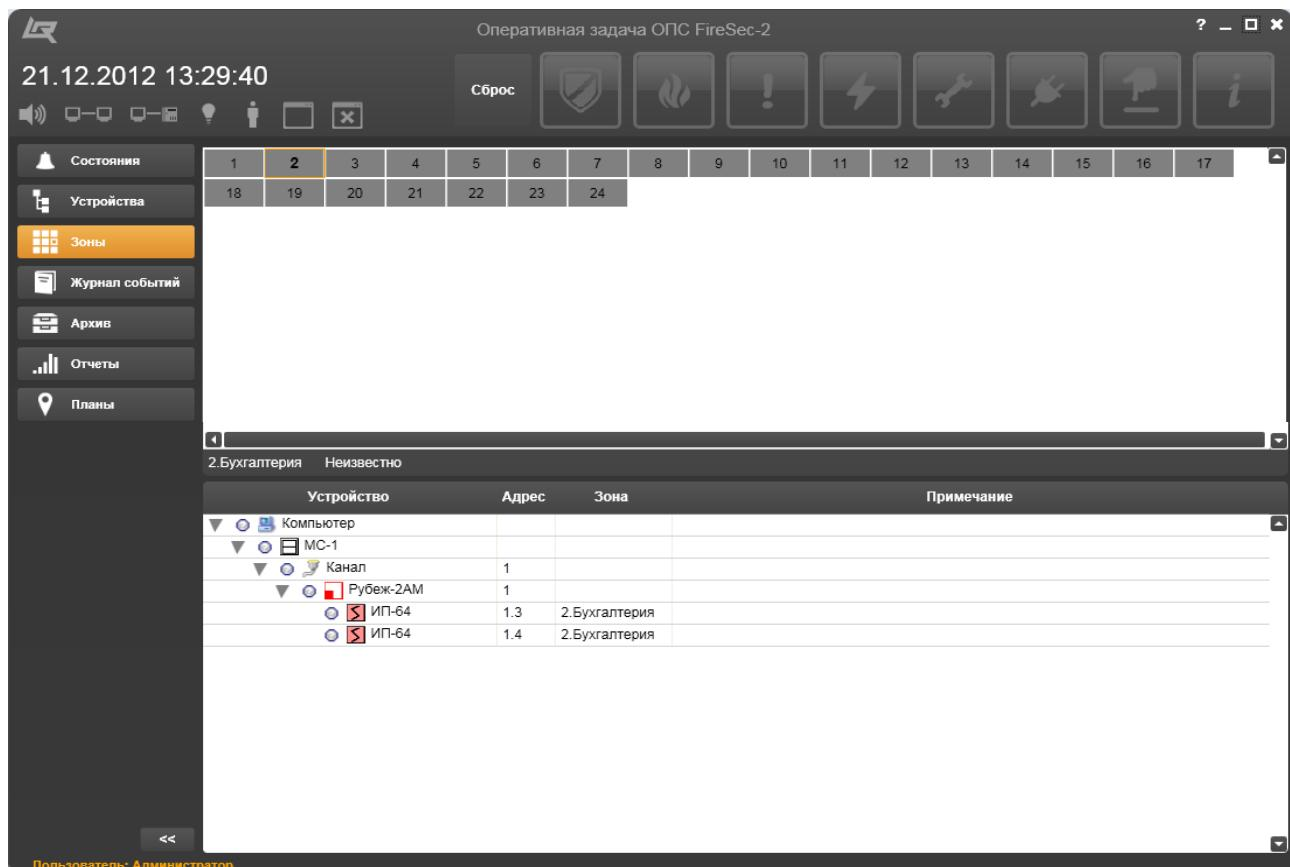

Рисунок 15.38 – Ветвь дерева устройств зоны
- **Показать в списке**, выбор которой открывает окно (Рисунок 15.38) с полем зон, в котором выделен цветом прямоугольник рассматриваемой зоны, под полем – номер и название